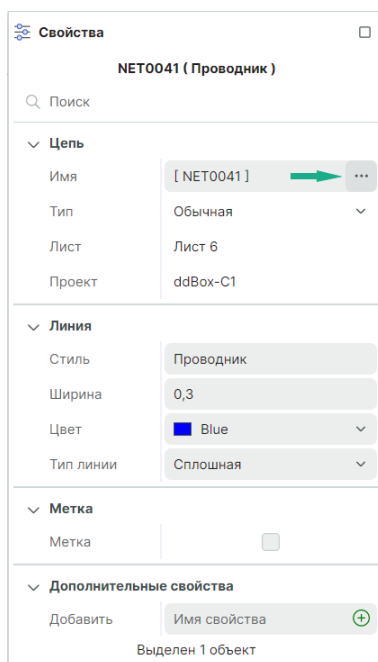

Рис. 113 Переход к переименованию цепи
- Из панели «Свойства» → раздел «Цепь» → пункт «Имя» → символ «...», см. Рис. 113.